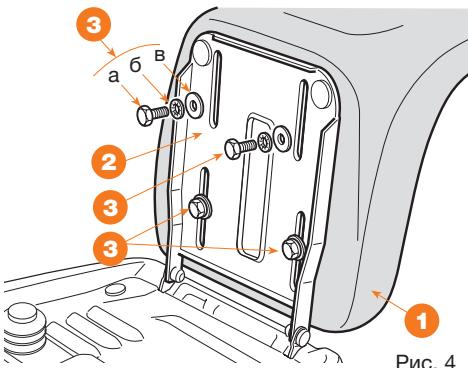

Рис. 4
Установите сиденье ① на пластину ② при помощи винтов ③ а/б/в (Рис. 4).